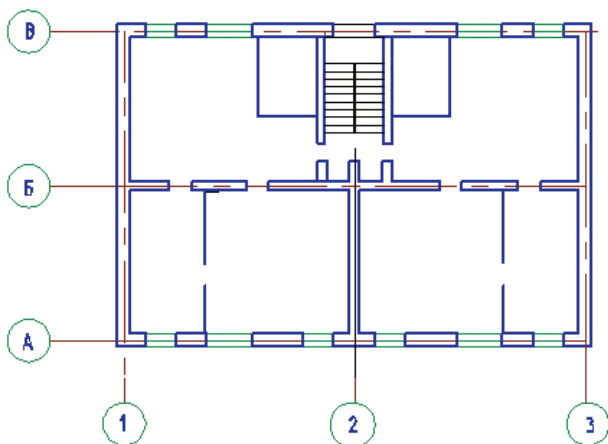

Рис. 151. Формирование стен на плане этажа здания
**Четвертый этап.** Используя команды **Отрезок**, **Смещение**, переключая слои, начертите все внутренние стены и перегородки на плане (рис. 151).
**Пятый этап.** Установите текущим слой **Толстая**, включите объектную привязку **Конточка**  и режим **ОРТО** . Обведите командой **Отрезок** простенки между окнами (рис. 151).